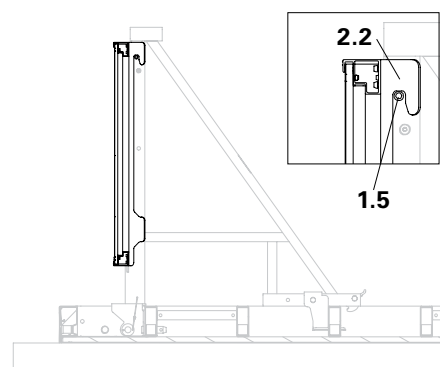

Fig. A4.08
- Le platelage MXK est monté. (Fig. A4.08)
Les deux crochets (2.2) du platelage MXK doivent être fixés des deux côtés à l'aide des axes de retenue extérieurs (1.5) des consoles MXK. (Fig. A4.08)